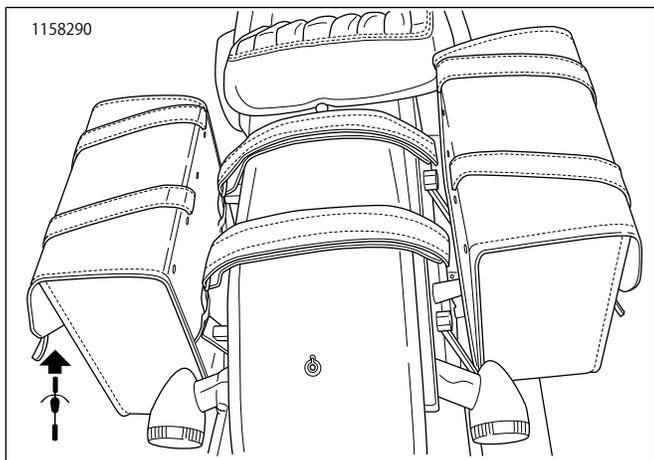

図3。サポートヨークの配置
10. 図3サポートヨーク(既にサドルバッグの右側に取り付けてある)を、フェンダーをまたぐようにして摩耗防止テープの上に乗せて左側のサドルバッグに取り付けます。